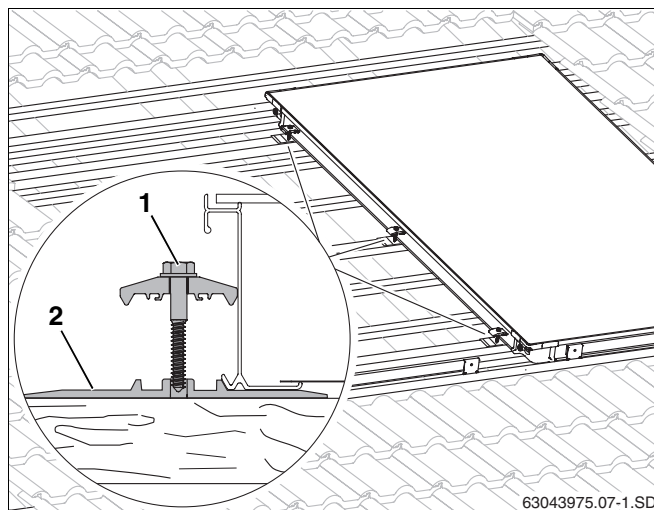

Рис. 24 Двухсторонний прижим на первом коллекторе
- Слегка приподнять коллектор и сдвинуть под него подкладные пластины (рис. 24, поз. 2) с двухсторонним прижимом на 2-ой и 3-ей дополнительной рейке, а также в середине коллектора на имеющейся рейке так, чтобы выступ уперся в край коллектора.
- Для винта (рис. 24, поз. 1) нужно заранее просверлить отверстие сверлом 4 мм. Для разметки используйте насечки на подкладных пластинах.